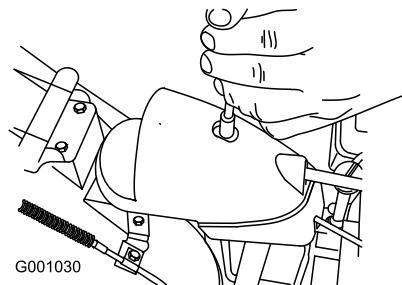

Figure 58
- Retirez la fixation du couvercle du secteur denté (Figure 58), soulevez l'avant du couvercle et faites-le coulisser en arrière de façon à l'écartier.